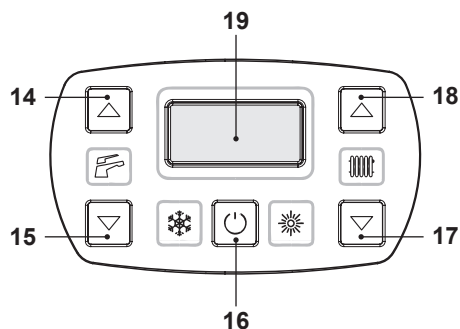

Figura 8.3
- Entrare in "modalità programmazione" premendo contemporaneamente per 10 secondi i tasti 16 - 17 - 18 (Figura 8.3) fino a far apparire sul display LCD le lettere **Pr** che si alternano con il codice **01**, indicanti l'entrata nel "parametro 01" (Figura 8.4).
- Premere contemporaneamente i tasti 16 e 18 (Figura 8.3) fino a far apparire sul display LCD il valore del parametro 05 (00=G20) (Figura 8.6).
- Premendo il tasto 16 (Figura 8.3) si ottiene la conferma del valore inserito.
- Premendo contemporaneamente i tasti 16 e 17 (Figura 8.3) si esce senza modificare il valore (ritorno alla lista parametri Figura 8.5)
- Premendo contemporaneamente per 10 secondi i tasti 16 - 17 - 18 (Figura 8.3) si esce dalla "modalità programmazione".